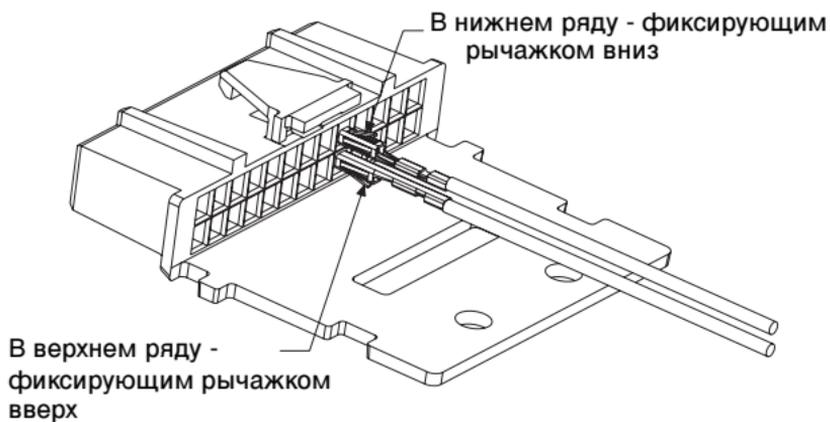

Рисунок 2. Ориентация наконечников
7. Вставьте контакты в отверстия штырьков № 9 и № 10 аксессуарной соединительной панели, как показано на *рис. 2*.